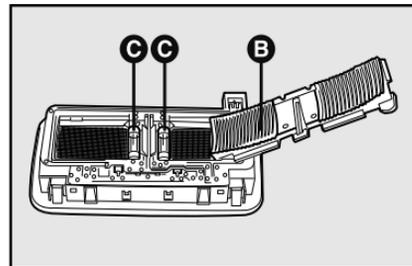

fig. 23
2) levante la tapa **B-fig. 23** y saque la lámpara fundida **C**;